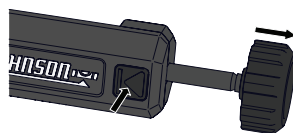

Figura 23
1. Para instalar la abrazadera en una varilla para rasante, presione el botón de liberación de la abrazadera y tire hacia afuera la perilla de la abrazadera. (Figura 23)